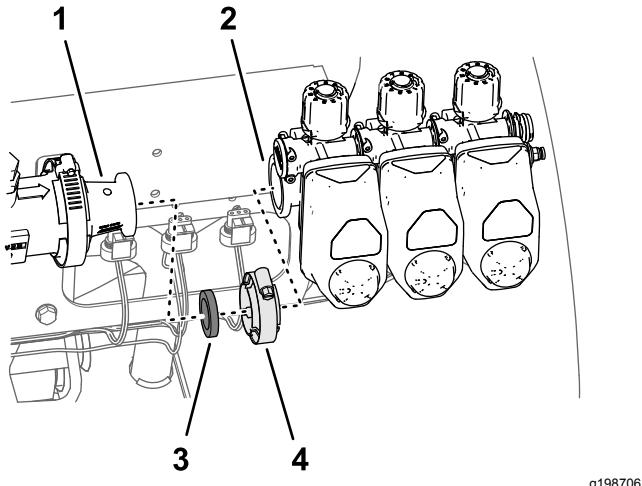

Bild 69
4. Nehmen Sie die drei Abschnittventile von der Maschine ab (Bild 69).